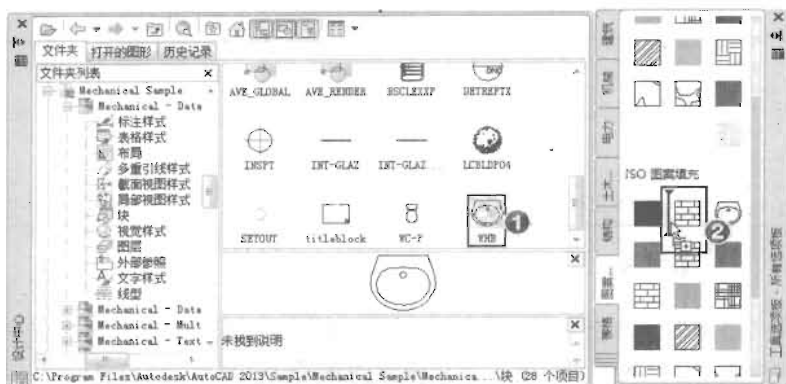

图 7-58
(1) 按快捷键 Ctrl+2 打开设计中心，把其中的图形从设计中心拖曳到工具选项板上，如图 7-58 所示。